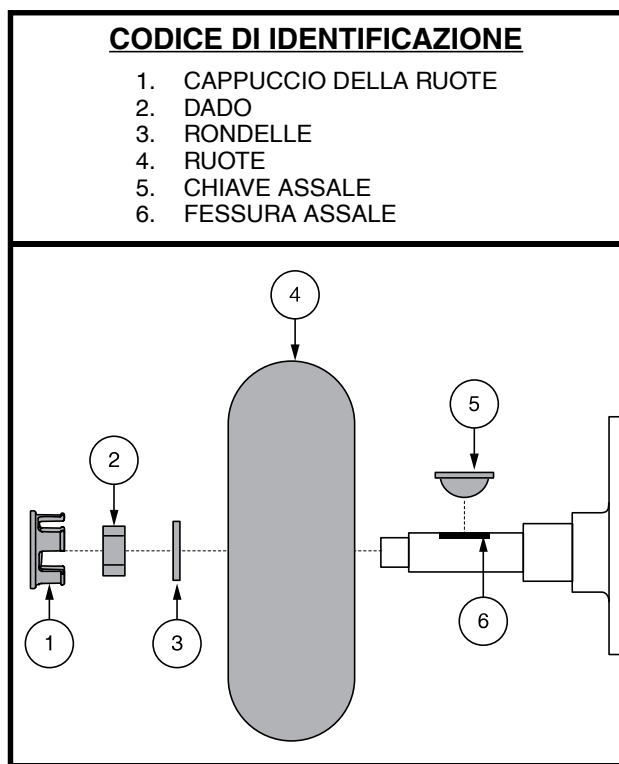

Figura 29. Rimozione dei pneumatici pieni
3. Rimuovere cappuccio, dado e rondelle dall'assale della ruota. **Vedere figura 29.**
4. Rimuovere il dado dalla ruota e la rondella dal perno. **Vedere figura 29.**